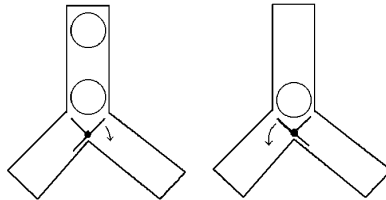

Рис. 1
**Задача 5.** Решение задачи показано на рис.1. Требуется сконструировать всего две детали.